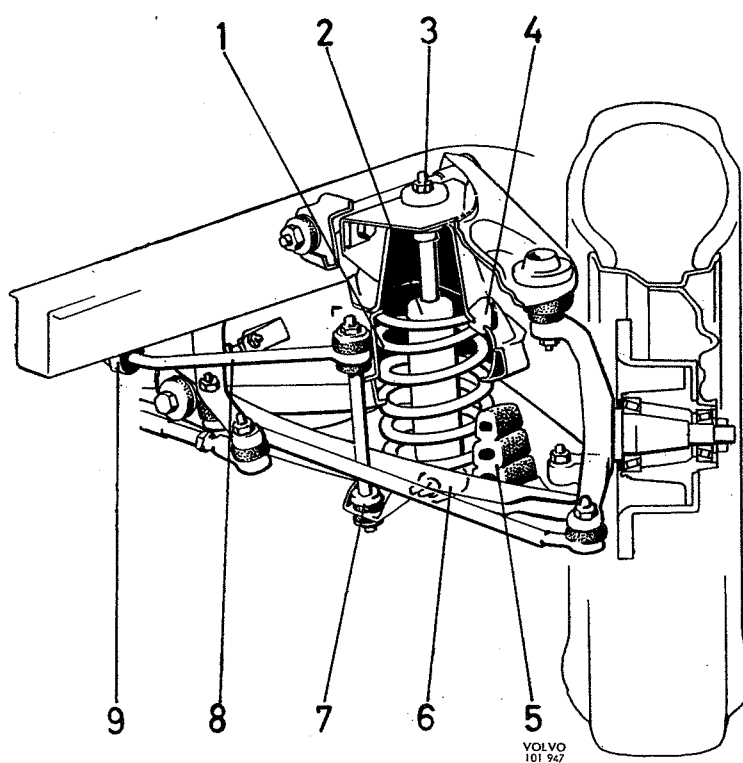

Fig. 7-2. Voorveer en schokbreker
De Volvo 144 is voorzien van spiraalveren aan beide assen, vóór en achter. De voorophanging is onafhankelijk. De bovineinden van de voorveren (1, Fig. 7-2) steunen in huizen die hiervoor in de vooras zijn aangebracht, terwijl de ondereinden in de onderste draagarmen dragen. De onderste draagarmen zijn ook voorzien van rubber buffers, die elke stoot bij het doorveren opvangen. De vooras is voorzien van
4. Maak de stuurstang los van de stuurarm. Maak de klem voor de remslangen los. Verwijder de bevestiging (7, Fig. 7-2) van de stabilisator.